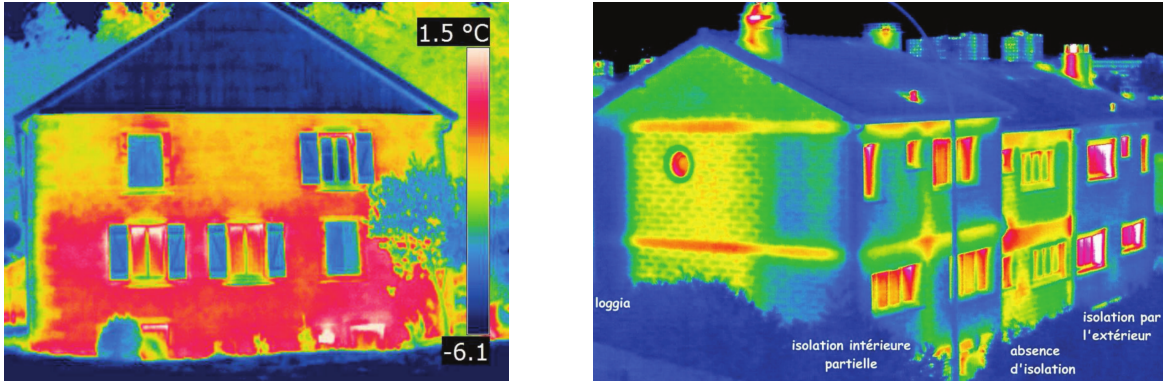

FIGURE 1 – Thermographie infrarouge
Avec les nouvelles normes environnementales et les diagnostics de performance énergétique des bâtiments, la cartographie thermique (FIGURE 1 ci-dessous) permet de localiser les zones de déperdition thermique les plus importantes. Cela permet de cibler les travaux d'isolation à effectuer. L'isolation peut s'effectuer par l'intérieur ou l'extérieur avec des matériaux adéquats. On pourra ensuite vérifier, à réception des travaux, l'efficacité de ces derniers.
- Q.26** En revenant sur les photographies de la FIGURE 1, quel phénomène avons nous négligé ?